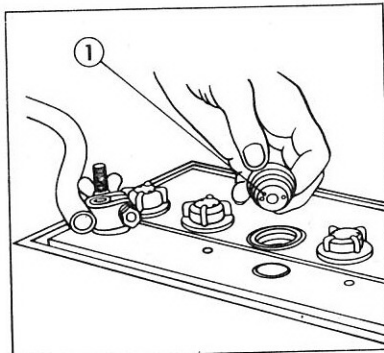

Fig. 18
1. Enlever les bouchons de remplissage de la batterie (Fig. 18) et s'assurer que le niveau de l'électrolyte est 6 – 9 mm au dessus des séparateurs.